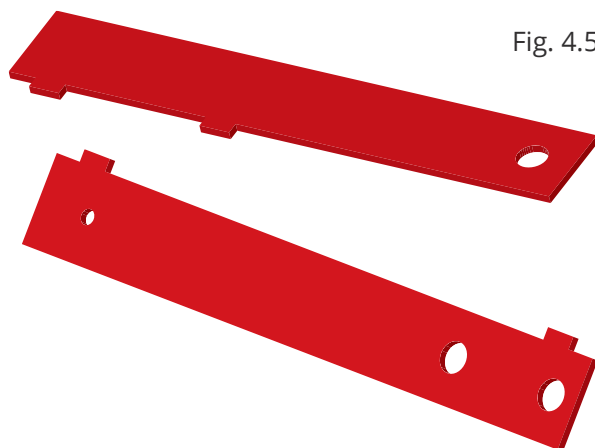

Fig. 4.5
- Breng de nokken als linkse en rechtse delen vrijwel identiek zijn op verschillende plaatsen aan. Dan kunnen de delen niet verkeerd geplaatst worden. (Fig. 4.5)